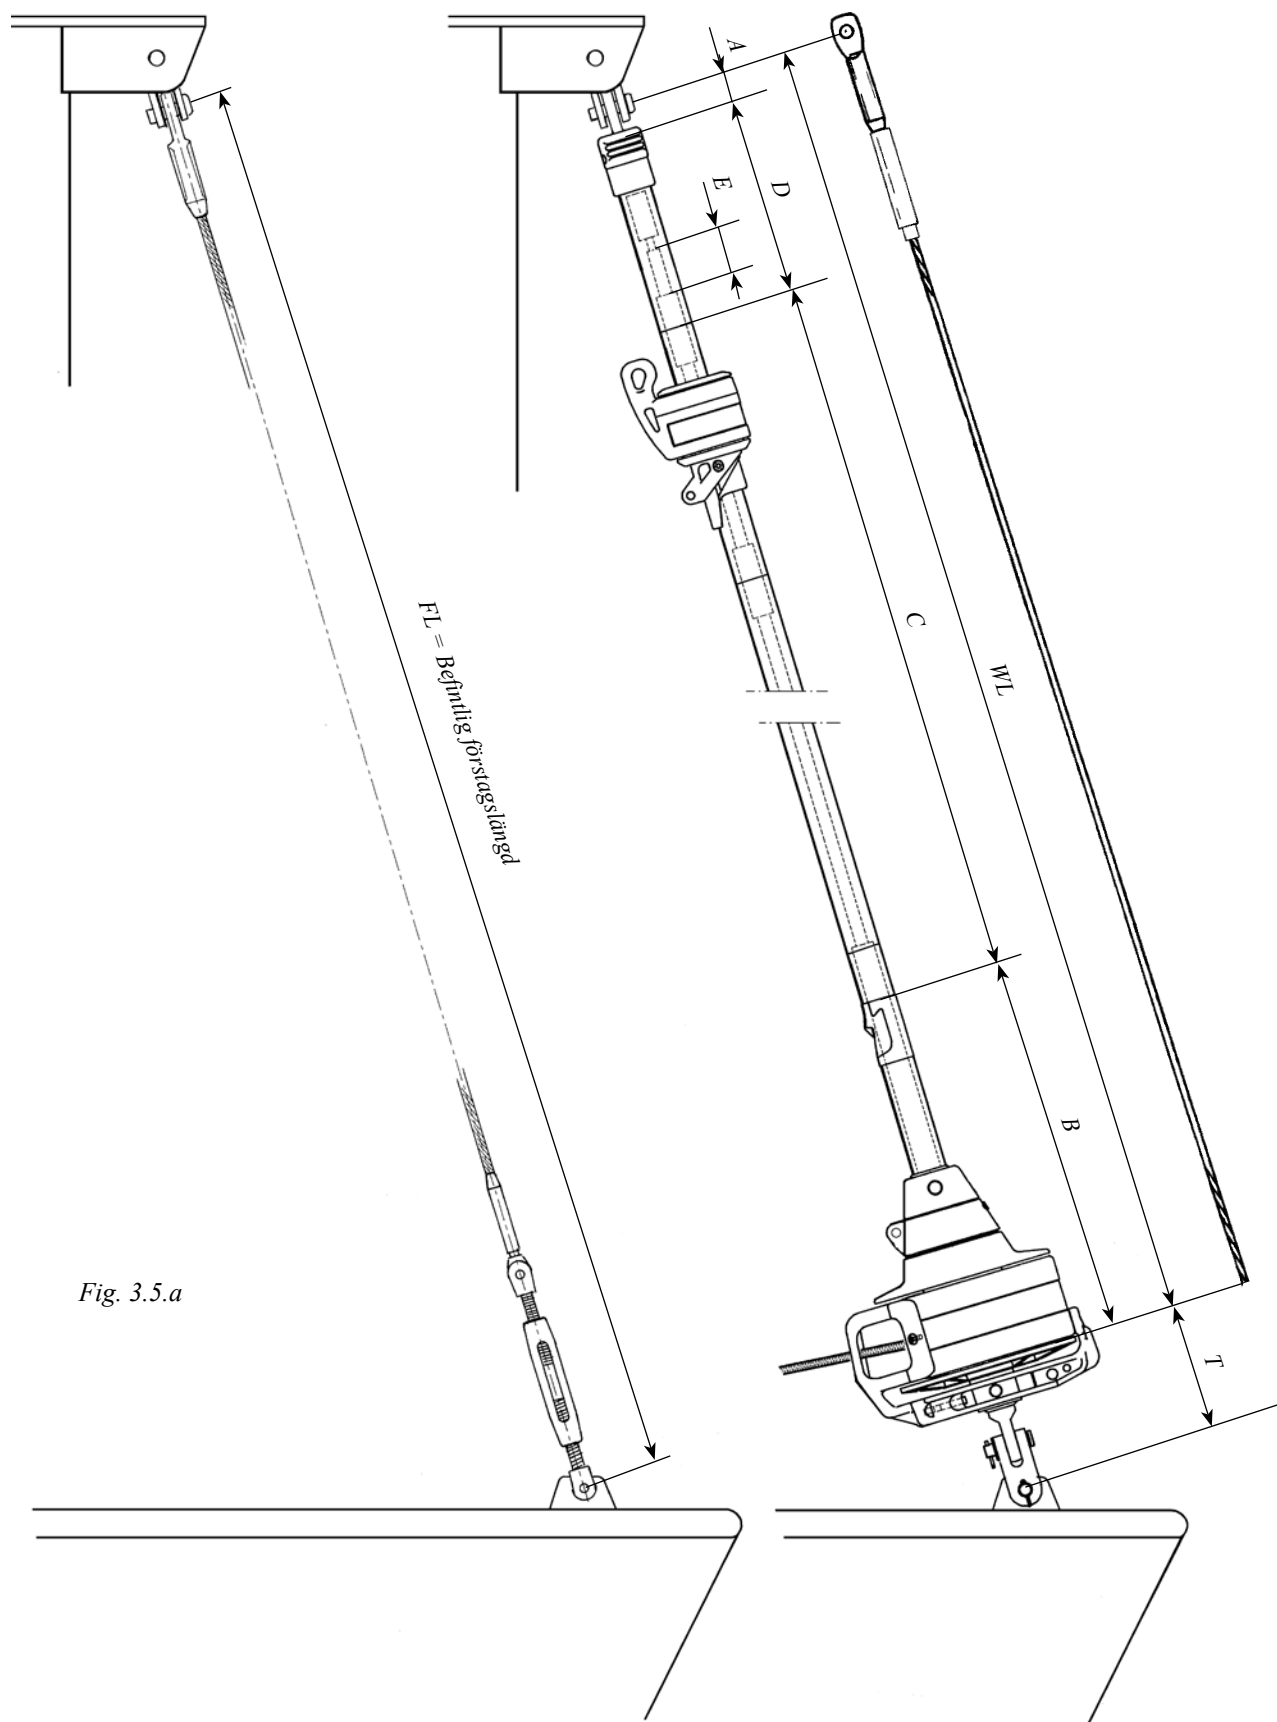

Fig. 3.5.a
16. Kontrollera staglängden FL enligt ”**Beräkningstabell 1**” (3.5.1) & Fig. 3.5.a. Om Furlex-vantskruv används, skall denna vara utskruvad till hälften. Se tabell 14.1.1 för Furlex-vantskruvens slaglängd.